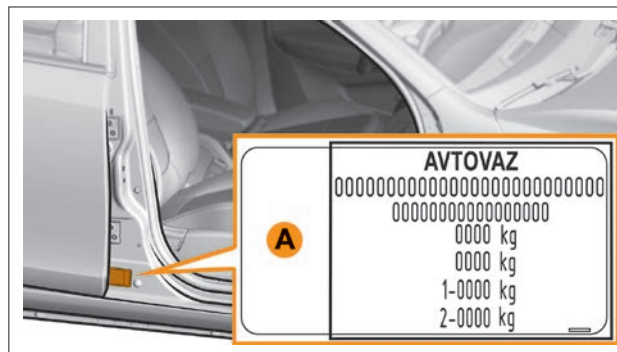

Рис. 7.1.1. Место размещения таблички изготовителя
Паспортные данные автомобиля указаны на табличке изготовителя **A** (рис. 7.1.1), которая расположена на правой центральной стойке кузова автомобиля.
**** Считать более приоритетными значения массы, указанные на табличке изготовителя **A** (рис. 7.1.1 и 7.1.2).